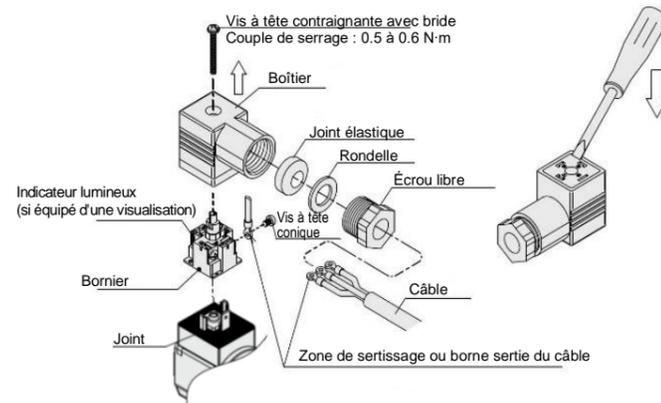

Figure 7. Construction du connecteur DIN
- Serrez les vis et les raccords conformément à la figure 7.